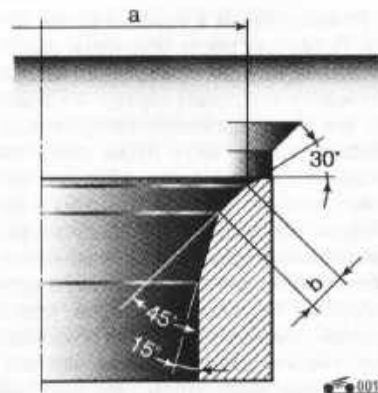
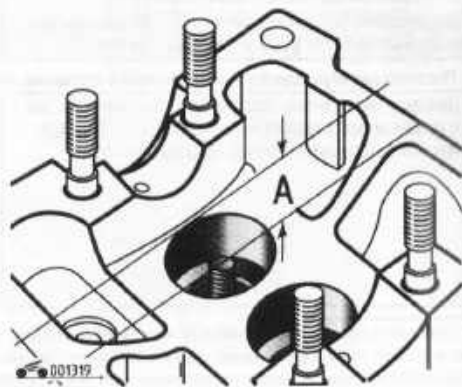

Рис. 4.26. Профиль седла впускного клапана: a = 37,20 мм (двигатели 1,6 л); a = 39,20 мм (двигатели 1,8 л); b = 2,0 мм
Рис. 4.28. Расстояние от торца стержня клапана до верхней поверхности головки блока цилиндров
21. Осмотрите седла клапанов. При обнаружении следов износа или пригорания седла необходимо отшлифовать. Профили седла клапанов приведены на рис. 4.26 и 4.27. После шлифования необходимо вставить клапан, прижать его и проверить расстояние A (рис. 4.28) от торца стержня клапана до верхней поверхности головки блока цилиндров. Предельно допустимый минимальный размер для впускных клапанов 33,8 мм, для выпускных — 34,1 мм. Если размер меньше, то головку блока цилиндров необходимо заменить. После любой обработки седла клапанов необходимо выполнить их притирку с клапанами (см. «Притирка клапанов», с. 63).